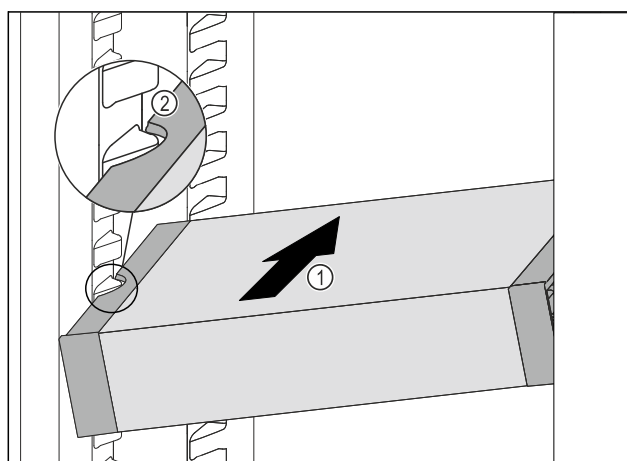

Fig. 142
- Zasuňte VarioSafe do chladničky pod úhlem tak Fig. 142 (1), aby vybrání na bocích Fig. 142 (2) VarioSafe byla na úrovni žebrování na nádoby v chladničce.